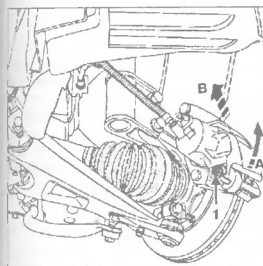

Рис. 3.2
- болты крепления **1**, поверните плавающие скобы тормозов и закрепите их на пружинах подвески (рис. 3.2).